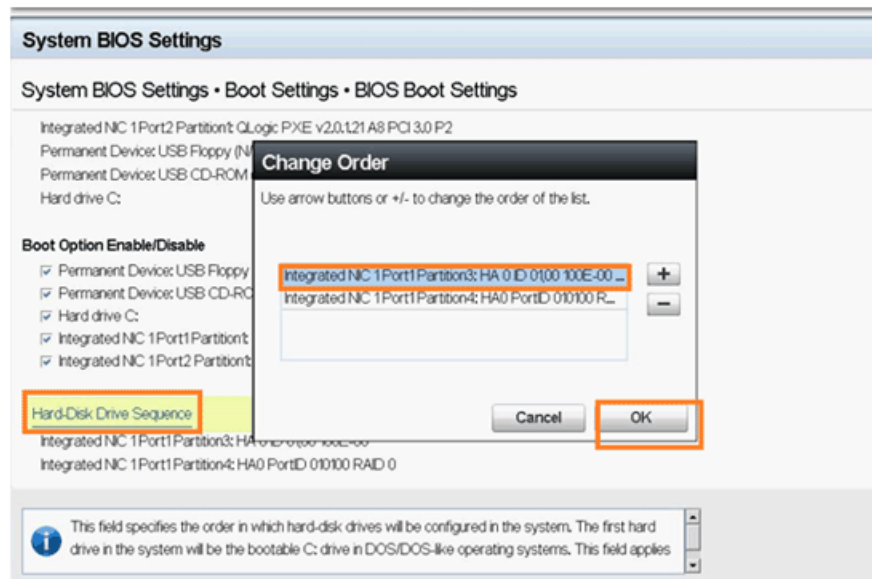

Abbildung 5-30. Einstellen der iSCSI-Startfolge
13. Verwenden Sie im Popup-Fenster die Pfeiltasten NACH OBEN und NACH UNTEN oder die + und – Schaltflächen, um das iSCSI-Ziel an den Anfang der Liste zu verschieben, wie in Abbildung 5-30 dargestellt (wobei das iSCSI-Ziel auf Port 1, Partition 3 konfiguriert ist). Klicken Sie anschließend auf **OK**.